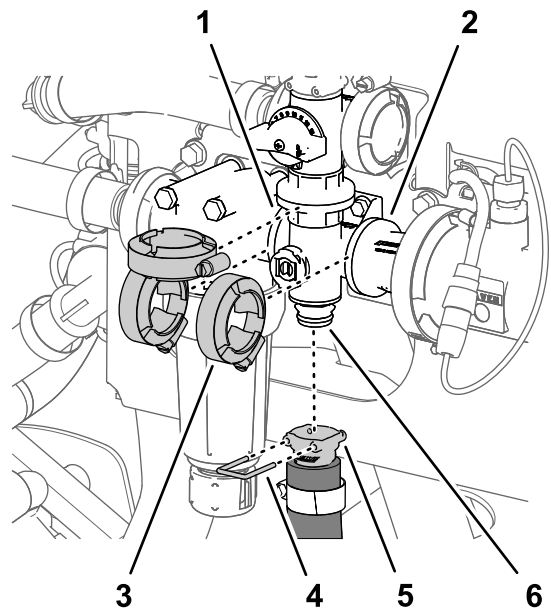
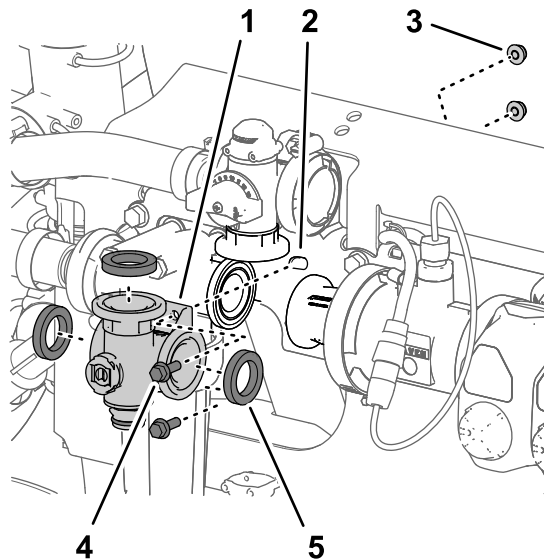

Bild 136
Bild 135
1. Fluchten Sie den Flansch des Rührwerkventilverteilers und drei Dichtungen mit den Flanschen des Rührwerksicherheitsventils, des Druckfilterkopfs und dem Kupplungsadapter aus (Bild 135 und Bild 136).
2. Befestigen Sie den Rührwerkventilverteiler mit drei Flanschklemmen, die Sie in Entfernen des Rührwerkventilverteilers (Seite 90) entfernt haben, lose am Rührwerksicherheitsventil, am Druckfilterkopf und am Kupplungsadapter (Bild 136).
5. Ziehen Sie die drei Flanschklemmen mit der Hand an (Bild 136).
6. Befestigen Sie die Schnellkupplung des Rührwerkschlauchs mit dem Schnellkupplungsstift am Schnellkupplungsanschlussstück des Rührwerkventilverteilers (Bild 136).